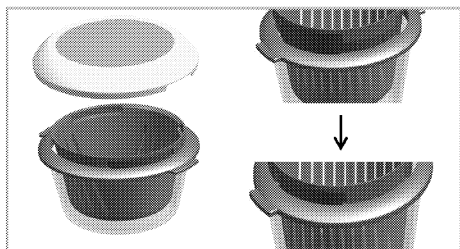

Figura 2: posizione filtro
- 6. Dopo aver estratto il formaggio dal forno, a seconda della ricetta, inserire la linguetta del filtro nella parte incassata del colletto del contenitore di vetro e mettere il filtro nella posizione di filtraggio (Figura 2).